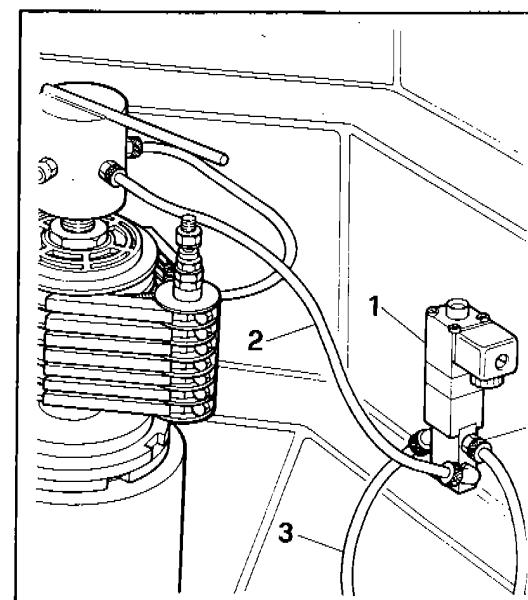

Fig. 6
- a) The corresponding solenoid valve (1 Fig. 6) on the top bowl.
- b) The pipeline (2 Fig. 6) from the air distributor and the solenoid valve and the pipeline (3 Fig. 6) from the solenoid valve to the air cylinder - in case of a broken pipeline, replace it.
tente (1 Fig. 6)
- a) Check solenoid valve (1 Fig. 6); loosen the descent regulator (4 Fig. 6), operate the solenoid valve thus allowing the outlet air to clean the valve itself. Re-assemble the regulator so that the car comes down at speed required.
- a) Controllare l'elettrovalvola (1 Fig. 6), svitare il regolatore di discesa (4 Fig. 6), azionare l'elettrovalvola in modo che la aria uscendo la pulisca. Rimontare il regolatore in modo che il soggetto scenda alla velocità voluta.